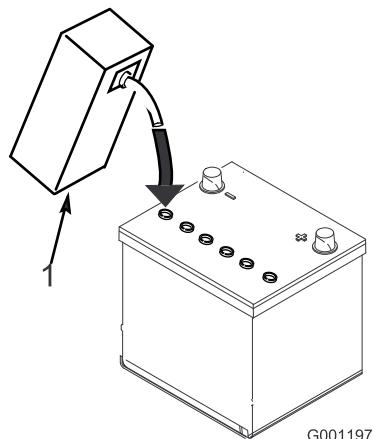

図 4
3. 各セルに慎重に電解液を満たす。電極板が6 mm程度水没するぐらいが適当（図 4）。
4. 電極板が液を吸収するまで20~30分間程度待つ。必要に応じて、電極板が6 mm程度水没するぐらいに電解液を補充する（図 4）。